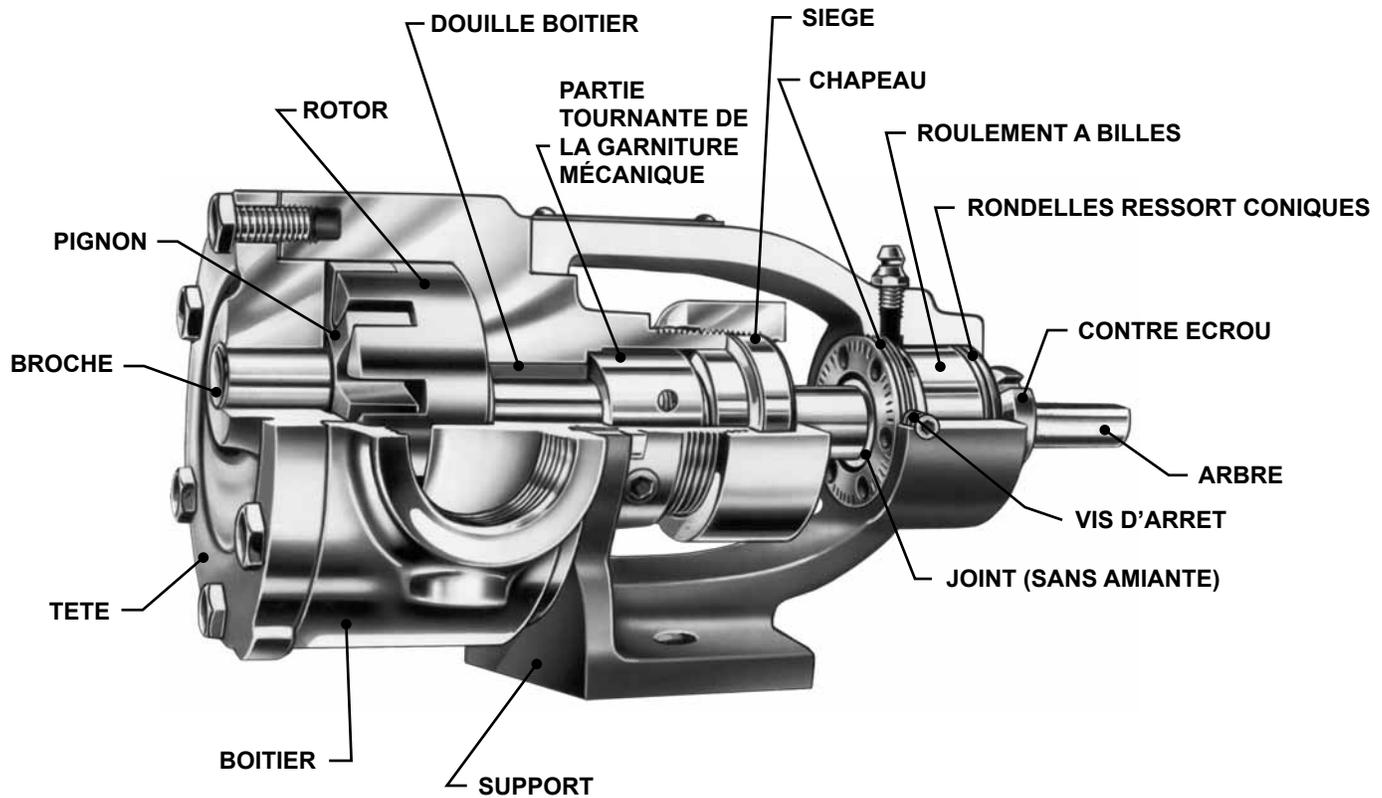

FIGURE 2 – VUE COUPEE SERIE 4724
4. Le chapeau de la vis de réglage de clapet doit toujours pointer vers le côté d'aspiration de la pompe. Si la rotation est inversée, enlevez le clapet et retournez-le. **Voir figure 1, page 1 and figures 2 and 3, page 4.**
1. **ATTENTION:** Lorsqu'on sort la tête de la pompe (Voir Figure 2), le pignon reste généralement sur la broche, mais va tomber si l'intérieur de la tête est incliné vers le bas. Une chute sur une surface dure peut endommager le pignon. Si le pignon tombe, contrôlez le soigneusement et limez ou poncez tous les endroits rugueux avant de le remonter.